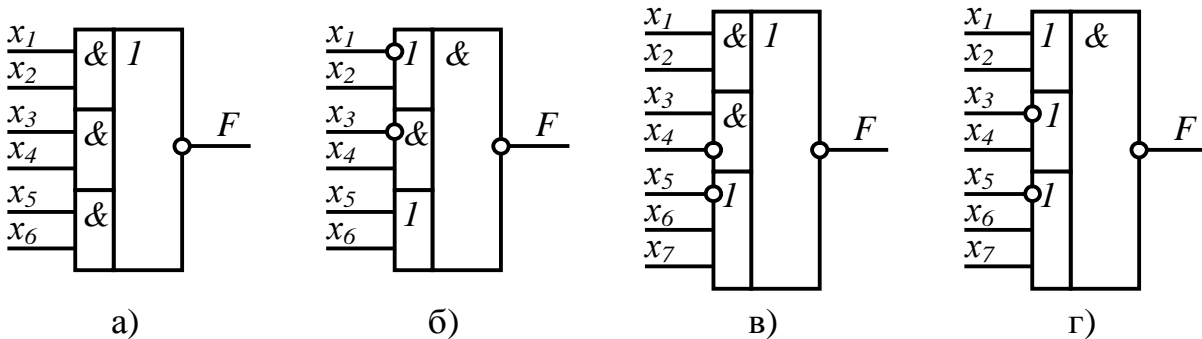

Рис. 13.9
**13.27.** Запишіть рівняння логічних функцій для схем, зображених на рис. 13.9.